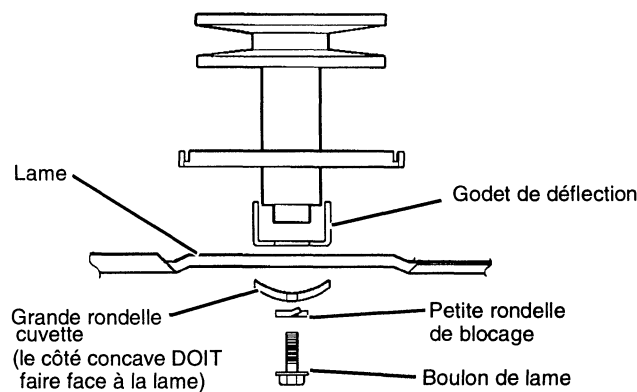

FIGURE 23
- Réassembler le boulon hexag., les deux rondelles et le godet de déflexion exactement dans l'ordre illustré (voir Fig. 23).